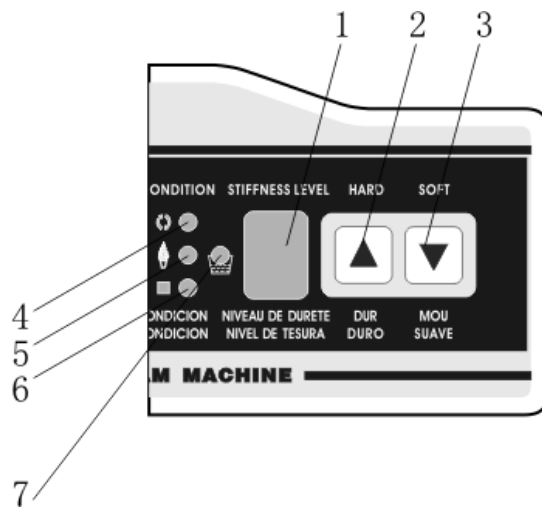

Figura 31
• Toda vez que você iniciar a máquina antes, deve ser definido dureza. Indicadores de dureza 0-7 de 8 arquivos. 0 é o mais macio, 7 é o mais difícil. (Figura 31)